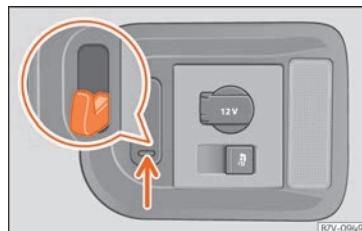

Fig. 150 En el maletero: ganchos para bolsas.
A la derecha del maletero hay unos ganchos basculables para colgar bolsas »» fig. 150.
- Presione hacia abajo en los ganchos para bolsas »» fig. 150 (flecha) y abátalos.